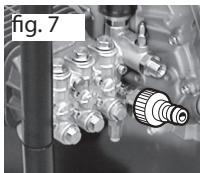

fig. 7
3. Assemblez le tube d'alimentation de l'eau à l'entrée de la pompe (Max. 10 bar, température max. 40°C) (fig. 7).